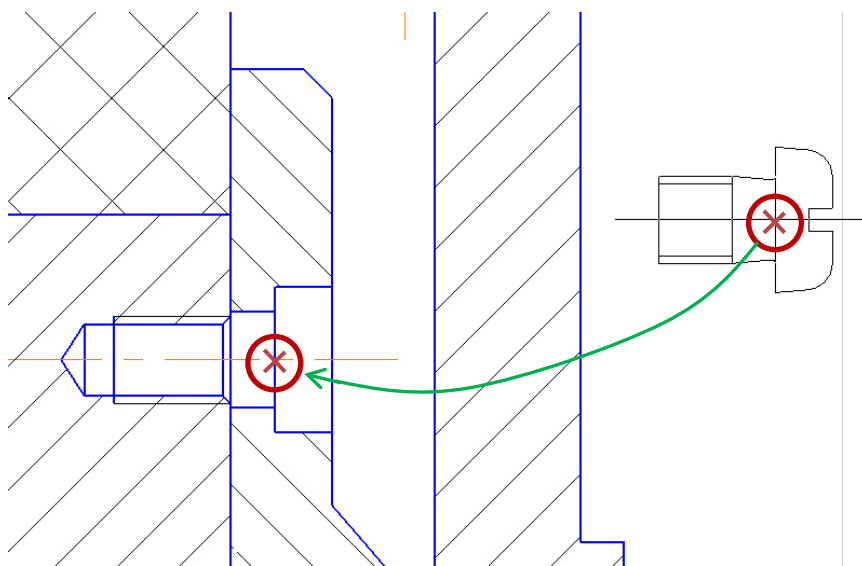

Рис. 4.60. Вставка винта М6
- Разместите винт М5 на чертеже, совместив базовые точки, как показано на рис. 4.60.